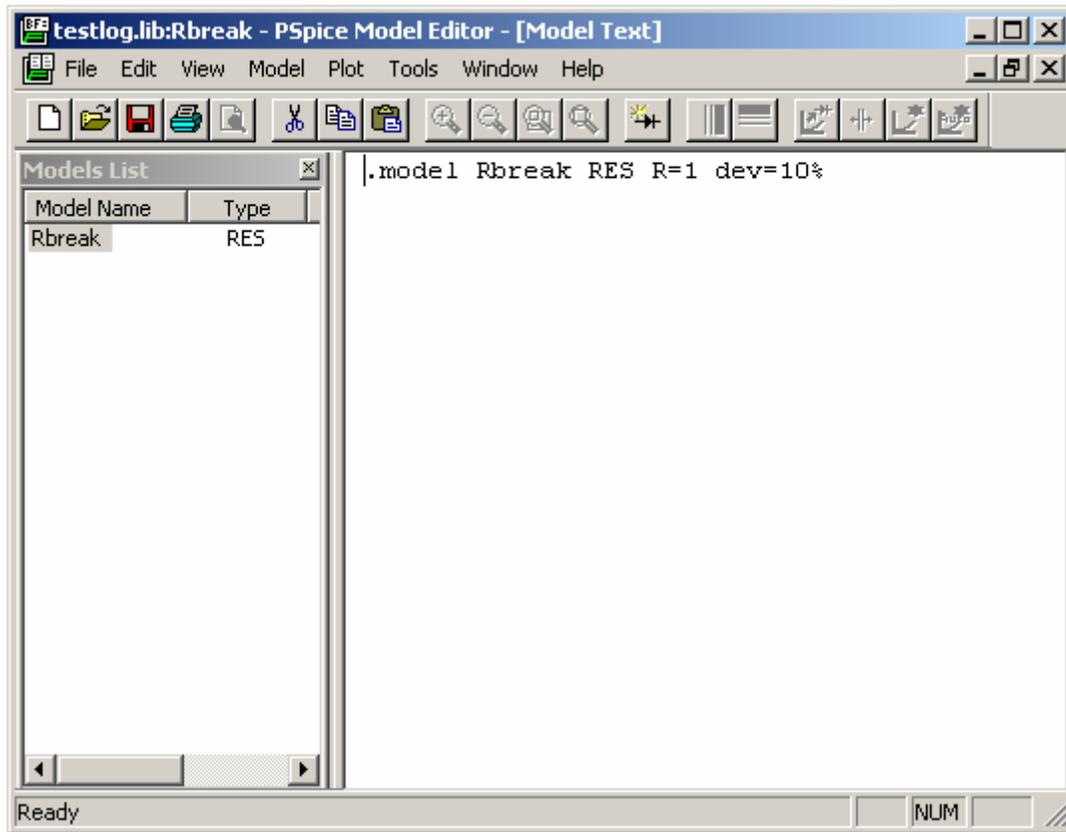

Figure 1.18 : Boîte de dialogue Edit PspiceModel Text pour la spécification de la nouvelle définition du modèle RBREAK.
- Modifier la boîte de dialogue *Edit Model Text* afin d'ajouter la tolérance désirée comme montré à la figure 1.18: